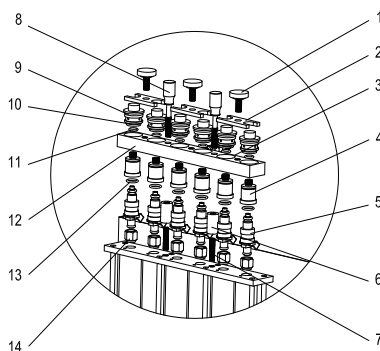

Figura 07
- Instalar o distribuidor de combustível e o injector no suporte do distribuidor de combustível com um parafuso ajustável adequado e porcas serrilhadas, e apertar dois parafusos de rosca (pretos). Ver Figura 07.